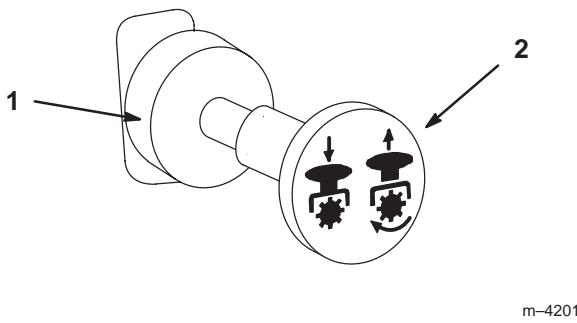

Bild 22
3. Ziehen Sie den ZWA-Schalter auf Ein (Bild 22).
1. Zum Ausrücken schieben Sie den ZWA-Schalter auf AUS (Bild 22).